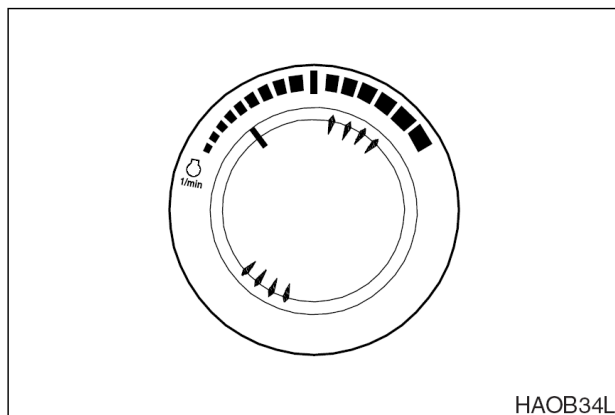

Рис. 9
2. Установить диск скорости двигателя несколько выше отметки низких оборотов холостого хода (**LOW IDLE**), рис. 9.